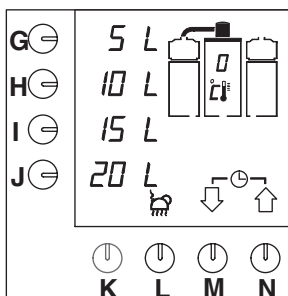

Fig. 6 Activation du générateur eau chaude
Le générateur eau chaude se remplit et le "Programme de Détection Automatique du Point d'Ebullition" (durée: environ 30 minutes) est activé. Ce programme d'étalonnage détecte le point d'ébullition de l'eau à l'endroit où la machine est effectivement utilisée. Ce point d'ébullition dépend en partie de la pression atmosphérique locale et est d'environ 100°C au niveau de la mer, tandis qu'à une altitude de 2.000 m. le point d'ébullition se trouve à environ 97 °C. Le point d'ébullition sera affiché sur l'écran de contrôle (fig. 6 ). Le système définira lui-même la température optimale basée sur le point d'ébullition mesuré; celle-ci est toujours de env. 4 °C en dessous du point d'ébullition. Après cela, la température de l'eau sera affichée après avoir appuyé la touche de mise sous tension (L.).
- La figure 6 s'affiche sur l'écran de contrôle.